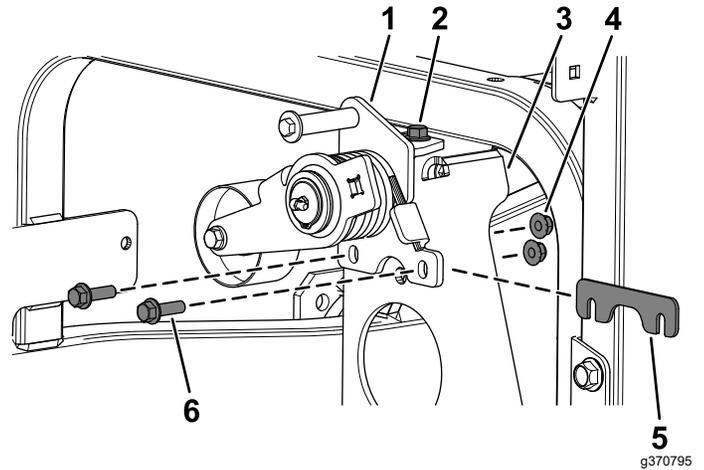

Bild 3
5. Befestigen Sie die Unterlegscheibe hinter der Spannschwinge und der Pumpenhalterung mit zwei Bundkopfschrauben ($\frac{3}{8}$ " x $1\frac{1}{4}$ ") und zwei Sicherungsmuttern ($\frac{3}{8}$ "), wie in **Bild 3** dargestellt.
6. Ziehen Sie die Bundkopfschraube ($\frac{3}{8}$ " x 1") fest, mit der die Oberseite der Spannschwinge an der Pumpenhalterung befestigt ist (**Bild 3**).